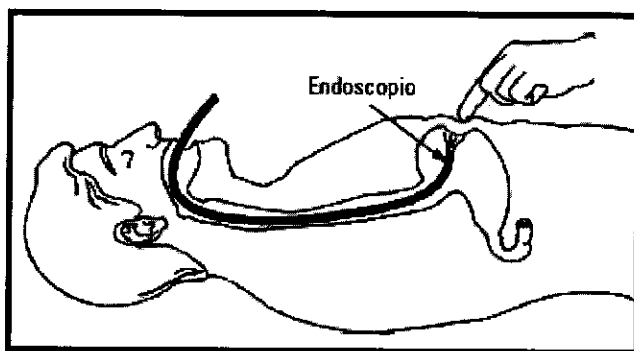

Figura 1
- Introduzca el endoscopio e insufla el estómago (figura 1).